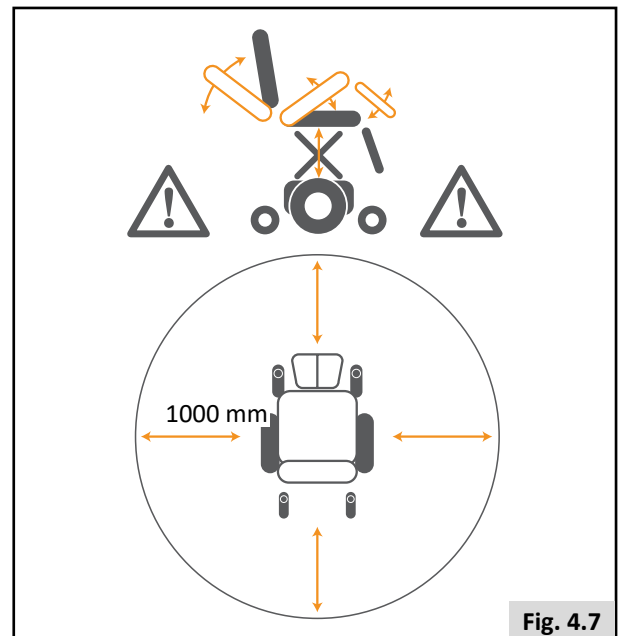

Fig. 4.7
- Wie bei allen beweglichen Teilen darauf achten, dass Sie Ihre Finger nicht einklemmen, (Fig. 4.7).